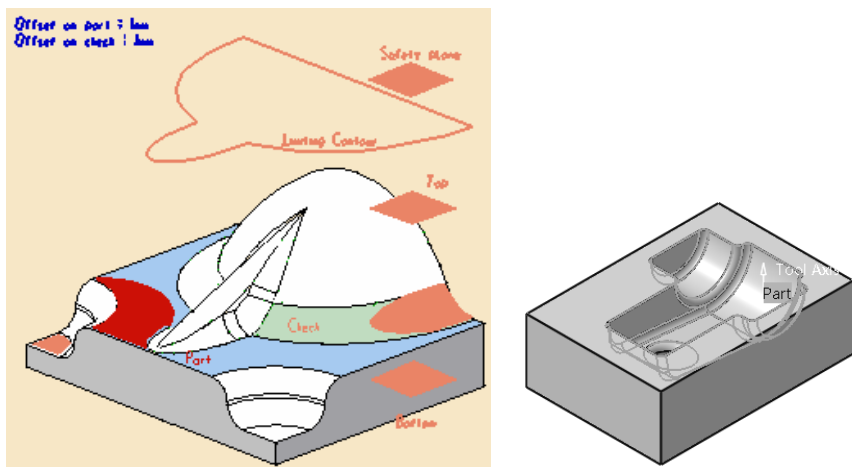

图 3-146 定义加工区域 (9)
- 定义加工区域 (9)。单击“Advanced Finishing.2”对话框中的，切换到几何参数选项卡，右键单击对话框中的目标零件感应区，选择 Select faces 命令，选择曲面作为加工对象，如图 3-146 所示，在空白处双击鼠标左键返回。